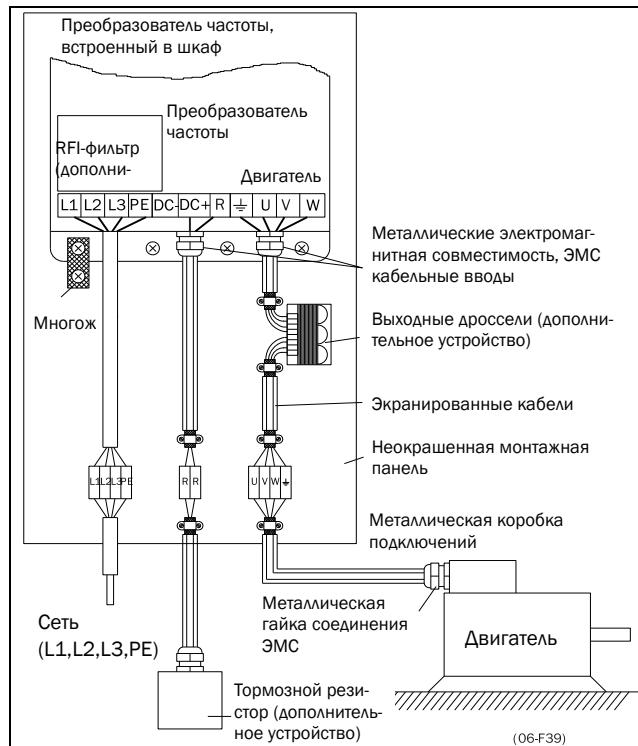

Рис. 35 Преобразователь частоты в шкафу на монтажной панели
- Соединение заземления хомутами, см. Рис. 35, необходимо только в случае, если монтажная панель окрашена. Все преобразователи частоты имеют неокрашенную заднюю поверхность, поэтому подходят для монтажа на неокрашенной панели.
- Шинное подключение заземления через хомут, см. Рис. 35, необходимо только если монтажная панель окрашена. Все преобразователи частоты имеют неокрашенную заднюю поверхность, поэтому подходят для монтажа на неокрашенной панели.
Если кабели двигателя предполагается разрывать переключателями, выходными дросселями и т.п., необходимо обеспечить непрерывность экранирования путем использования металлических корпусов, монтажных пластин и т.п., как показано на Рис. 35.
- В случае монтажа преобразователя частоты в стандартном шкафу внутренняя проводка обязательно должна соответствовать стандарту EMC. На Рис. 35 показан пример преобразователя частоты, встроенного в шкаф.